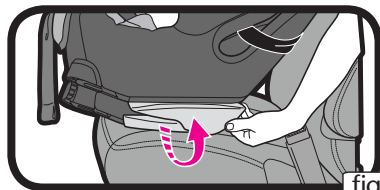

fig. 1
**Posición vertical:** De vuelta las patas hacia afuera y trábelas en su lugar para usarlo orientado hacia adelante (**fig. 1**).